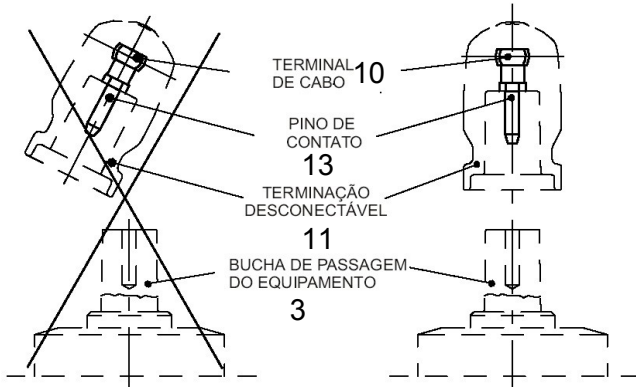

FIGURA 4a
- 1- Antes de preisar o TERMINAL DE CABO (10) verifique se a posição é correta para que o PINO DE CONTATO (13) encaixe na bucha de conexão (3) . Verifique a indicação 10.1 da FIGURA 4a.